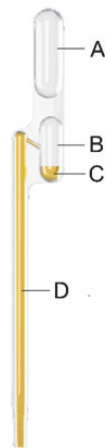

Abbildung 19:
Verwenden Sie nur die mitgelieferte Transferpipette (Abbildung 19), um das richtige Probenvolumen (400 µL) in die Testkassette zu übertragen. Die Transferpipette besteht aus einem Pipettenröhrchen, das mit zwei luftgefüllten Kammern verbunden ist. Der obere Kammer dient zur Steuerung des Füllens und Entleerens von Flüssigkeit. Die untere Kammer ist ein Reservoir für überschüssige Flüssigkeit, die beim Befüllen eintritt. Beim Entleeren der Pipette sollte nur die im Probenröhrchen befindliche Flüssigkeit abgegeben werden.
* Die Pipette ist akkurat gefüllt, wenn ein Tropfen in das Reservoir für Überschussvolumen eintritt und keine Luft im Röhrchen sichtbar ist (siehe Abbildung 19 und 20). Wenn das Reservoir für Überschussvolumen überfüllt wird (die Flüssigkeitsoberfläche erreicht den kleinen Kanal, der das Reservoir und das Probenröhrchen verbindet), entsorgen Sie bitte die Pipette und nehmen eine neue (siehe Abbildung 21).